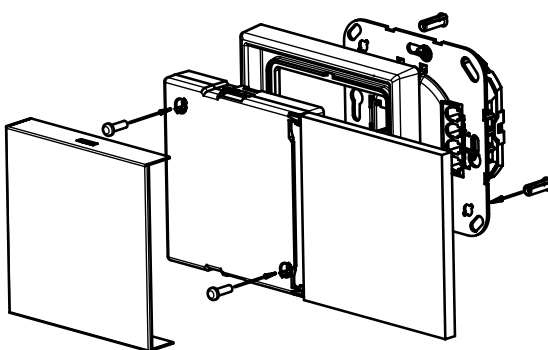

Abb. 3
- Abb. 3: Montage LED-Lichtsignal Hinweis
- Abb. 3: Installation LED info sign